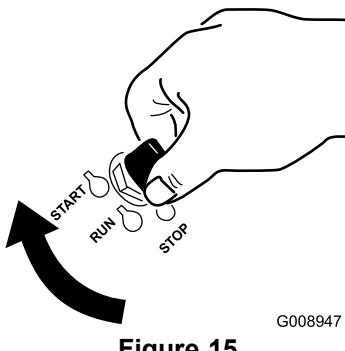

Figure 15
1. Tournez la clé de contact à la position Démarrage (Figure 15). Relâchez la clé quand le moteur démarre.
6. Tournez la clé de contact à la position Démarrage (Figure 15). Relâchez la clé quand le moteur démarre.